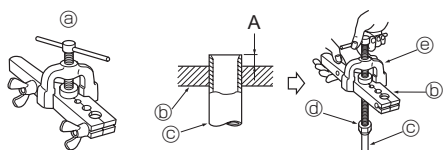

Fig. 5-6
5.2.4. Kielichowanie (Fig. 5-6)